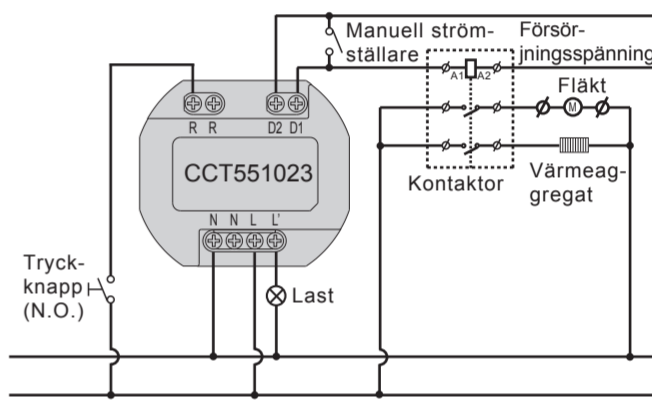
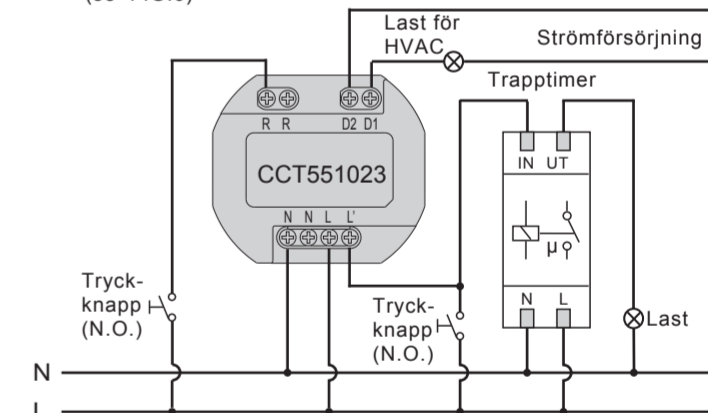
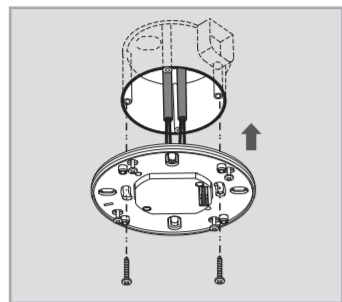
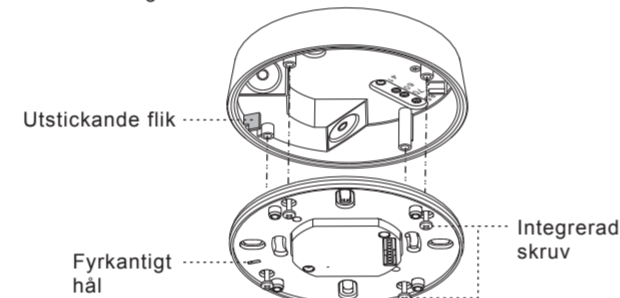

FIG.5
FIG.6
FIG.9
FIG.17
#### 4.3.1 CCT551023 för standardtillämpningar (se FIG.5)
#### 4.3.2 CCT551023 styr timern i trappan (Tid1 ska ställas in på $\sqrt{ts}$ ) (se FIG.6)
4.4.1.3 Montera plintlådan i kopplingsdosan av europeisk standard med 2 skruvar (se FIG.9).
4.4.2.3 Se FIG.5 - FIG.6 för korrekt ledningsdragning och skruva sedan fast plintskyddslocket ordentligt.
4.4.3.5 Se avbildade kopplingsdiagram för korrekt anslutning (se FIG.5 - FIG.6). Det finns ett fyrkantigt hål i montageplattan. Passa in det fyrkantiga hålet över kopplingsdosans utstickande flik (se FIG.17) när montageplattan sätts in i kopplingsdosan. Montera sedan fast detektorhuvudet på plintlådan enligt FIG.9 genom att skruva ihop dem med de 4 integrerade skruvarna.